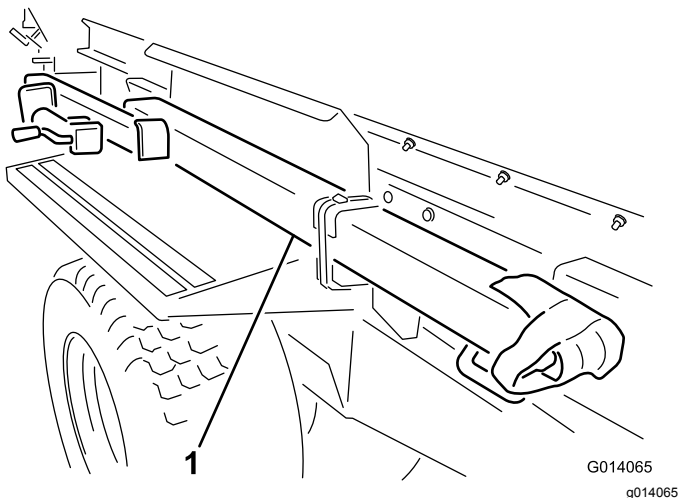

Figure 3
3. Dégagez la barre d'attelage de la position d'expédition en coupant les deux sangles qui la retiennent sur l'aile (Figure 3). Déposez les deux supports de montage situés sur l'aile et mettez-les au rebut.